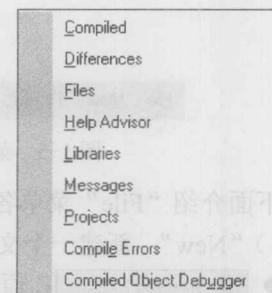

图 1-9 “Workspace Panels” 菜单子项
- 2) “Workspace Panels”: 包含如图 1-9 所示的子项，它用于工作窗口面板的显示控制，选择其中子项，将会显示对应的工作窗口面板。